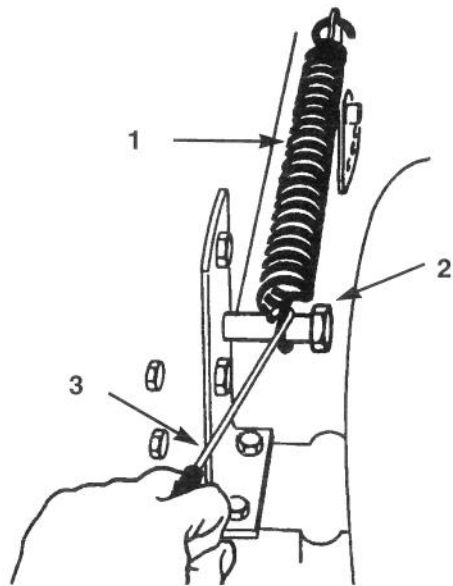

Figure 38
4. Déposer le ressort compensateur de hauteur de coupe du boulon de retenue (Fig. 38), à l'aide de l'outil pour ressort fourni avec la machine. Le ressort se trouve entre la châssis et la roue arrière droite.